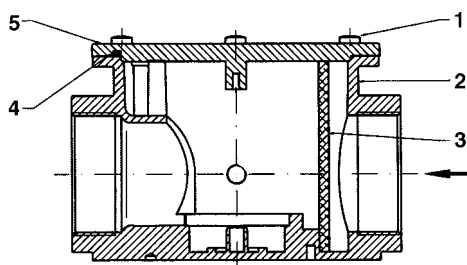

Рис. 28b
#### С резьбовым соединением - Рис. 28b и Рис. 28с
После того, как вы убедитесь, что внутри фильтра нет газа, снимите крышку (5) отвинтите крепёжные болты (1). Снимите фильтровальный патрон (3), промойте его водой с мылом, продуйте сжатым воздухом (или замените его при необходимости) и установите его на прежнее место, проверив, что он расположен между соответствующими штифтами (7), контролируя, чтобы не было препятствий для установки крышки (5). Затем установите крышку (5), следя, чтобы резиновое кольцо (4 на Рис. 28b) было установлено в соответствующий паз.
#### Описание (Рис. 28b - Рис. 28с)